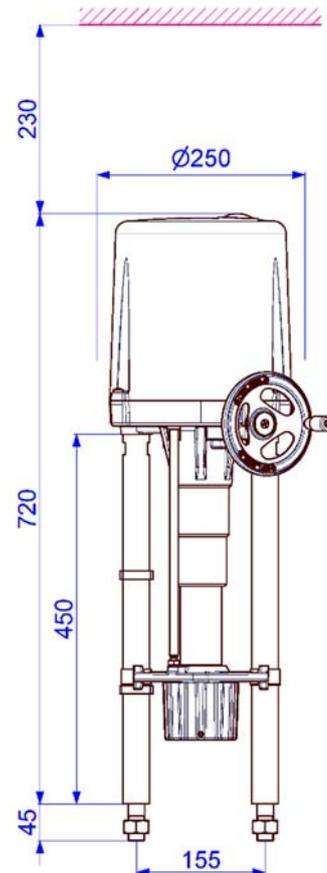

Abbildung 1: Einbaumaße
- Die Antriebe müssen mit ausreichend Freiraum zum Abnehmen der Haube eingebaut werden (Abb. 1).